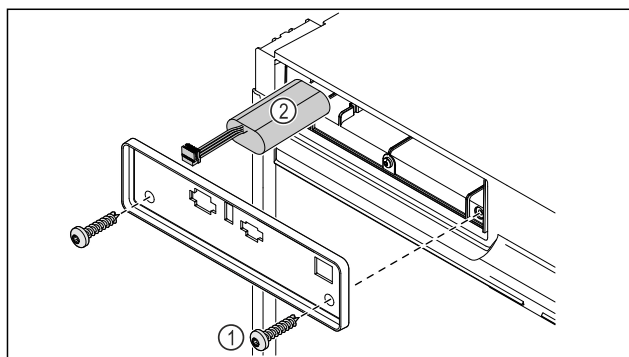

Fig. 192
- Schrauben herausdrehen und Abdeckung auf der Rückseite des Gerätes entfernen Fig. 192 (1).
- Batterie abstecken und herausnehmen Fig. 192 (2).